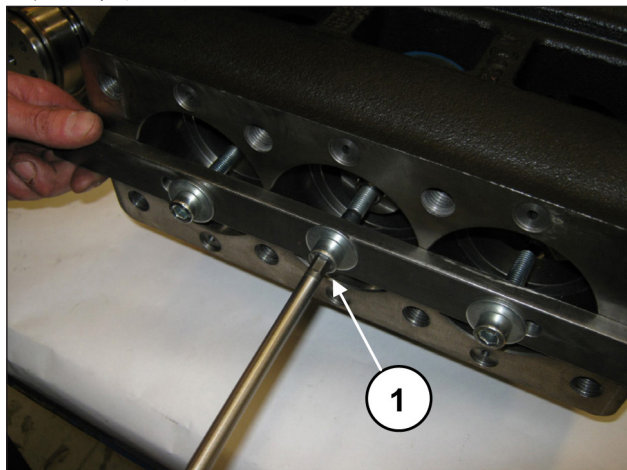
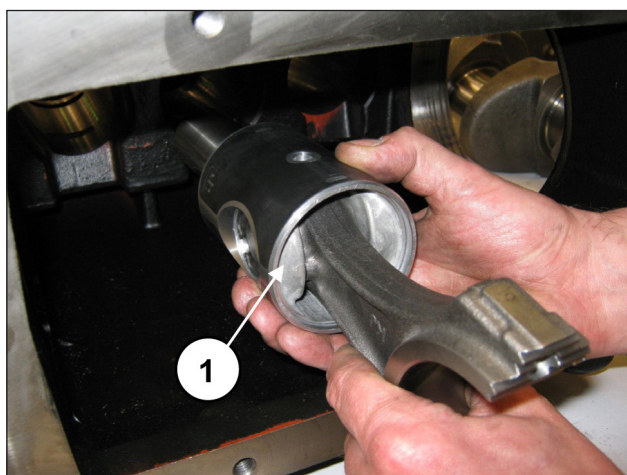

图 32
图 33
拧松工具（代码 27566200）的螺栓以松开连杆（位置①，图 32），接着从泵壳后方开口处抽出连杆/柱塞导承组件（位置②，图 33）。
确保曲轴箱已彻底清洁后，将半连杆/活塞导承组件插入曲轴箱管内(①，图 33)。
锁定三个组件，可利用编号为 27566200的专用工具(①，图 32)。
拆除用于锁定连杆、编号为 27566200 的工具(位置①, 图 32)。